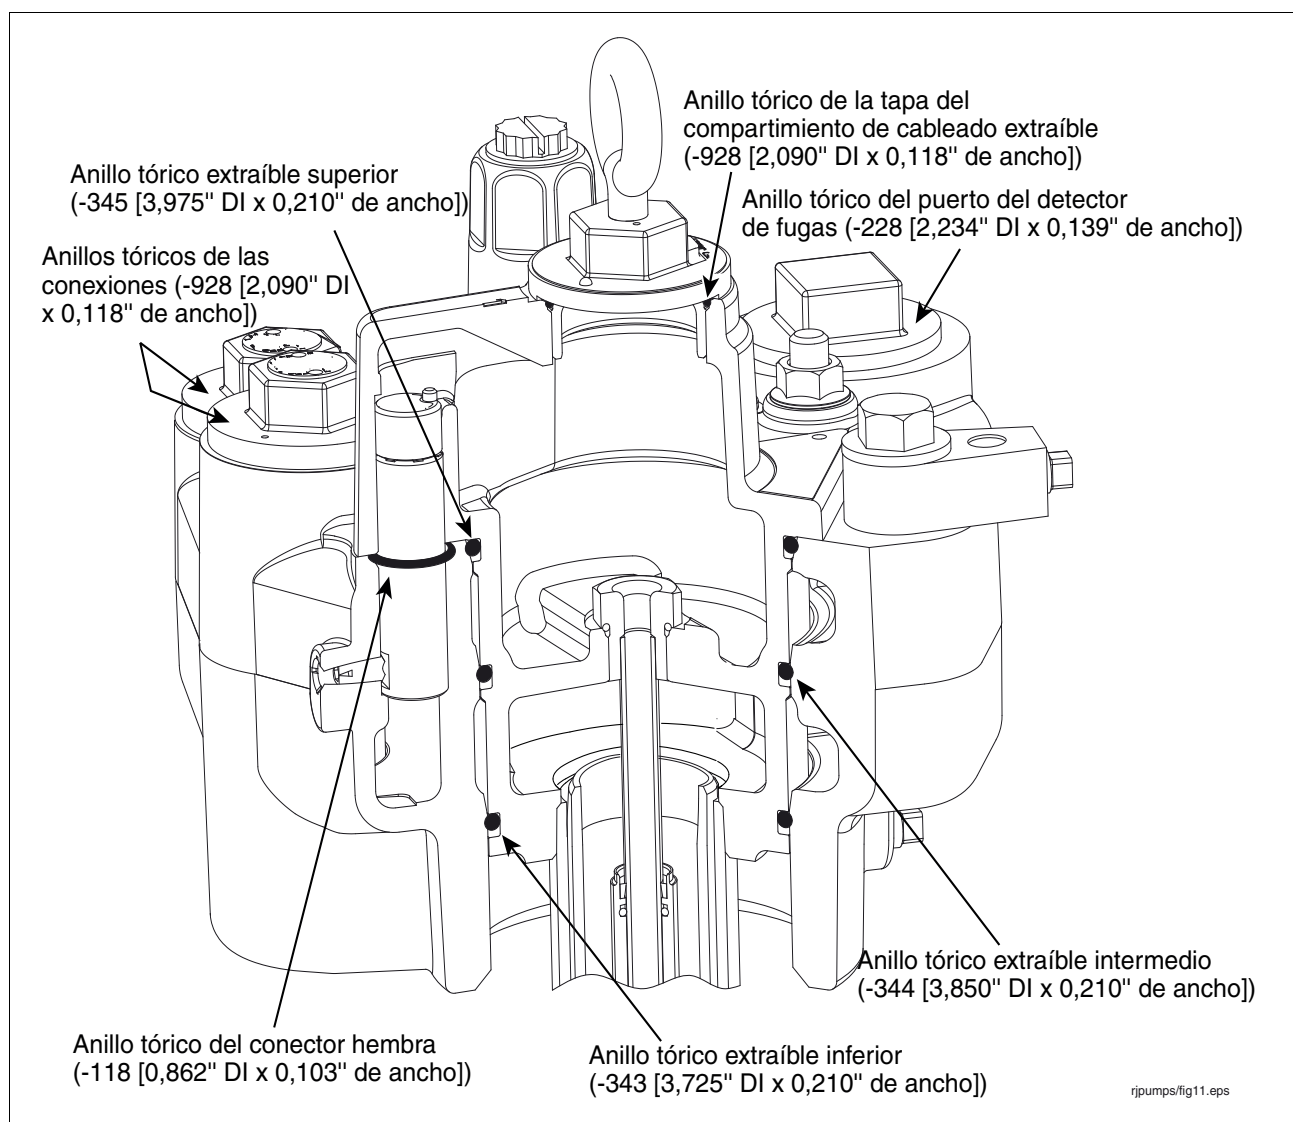

Figura 32. Ubicación de los anillos tóricos del obturador y del colector
9. Tome del kit de herrajes/sello los sellos de los tres anillos tóricos de la unidad extraíble (3,975" DI x 0,210" de espesor [anillo tórico superior], 3,850" DI x 0,210" de espesor [anillo tórico del centro]) y 3,725" x 0,210" de espesor [anillo tórico inferior]) Debido a que los tres anillos tóricos tienen un tamaño muy similar, tenga cuidado y sepa distinguirlos antes de colocarlos en la unidad extraíble. Lubrique cada uno de los anillos tóricos con gel de petróleo y luego ubíquelos en las ranuras asignadas en la unidad extraíble (vea la Figura 32).
10. Extraiga el anillo tórico del conector hembra que está en el colector (vea la Figura 32). Tome un anillo tórico del kit de 0,862" DI x 0,103" de espesor y lubríquelo con gel de petróleo. Deslice el anillo tórico sobre el conector hembra y empújelo hacia la ranura que le corresponde.